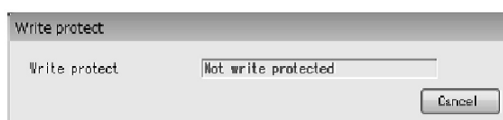

図25
- ⑩ ツールバーの  ボタン、またはメニューの「Chart and Recording」－「Active」をクリックするとチャート表示とデータロギングを終了します。
- ① 画面上部メニューの「Process Variables(V)」をクリックし、「Write protect」を選び再度クリックすると、次のウィンドウ（図25）が表示されます。